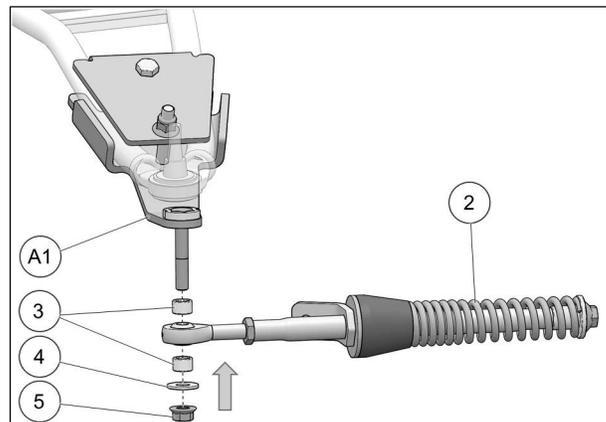

Fig. 22
9. Fixer le bras stabilisateur (2) au boulon déjà installé sur l'ancrage de suspension (A1) à l'aide des deux espaceurs (3), de la rondelle (4) et de l'écrou autobloquant (5). Serrer à un couple de 70 Nm [52 lb•pi]. Voir la Fig. 22